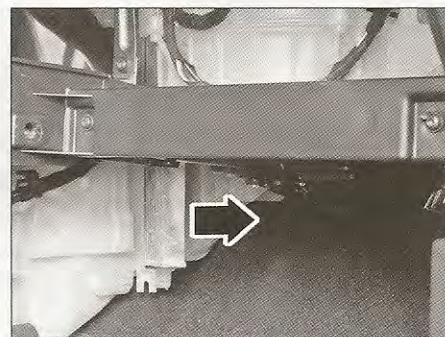

FIG. 8
- Retirar el filtro habitáculo de su alojamiento (fig. 8).